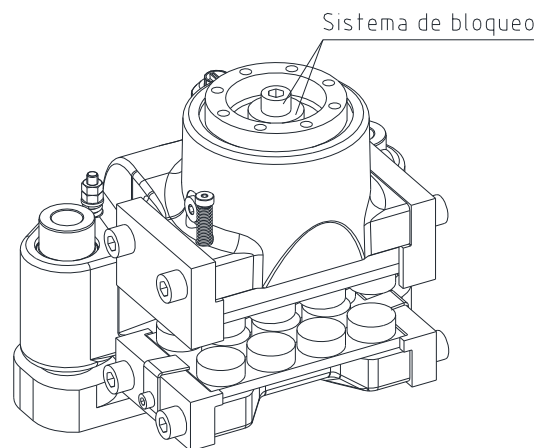

Figura 16: Sistema de bloqueo
- Retire el tornillo y el disco (sistema de bloqueo, véase figura 16) de la tuerca de fijación (componente 1.7).
- Monte el sistema de bloqueo (tornillo y disco, ver figura 16) sobre la tuerca de fijación (componente 1.7).
- Atornille a mano el tornillo y el disco (que componen el sistema de bloqueo, véase figura 16) sobre la tuerca de fijación (componente 1.7).